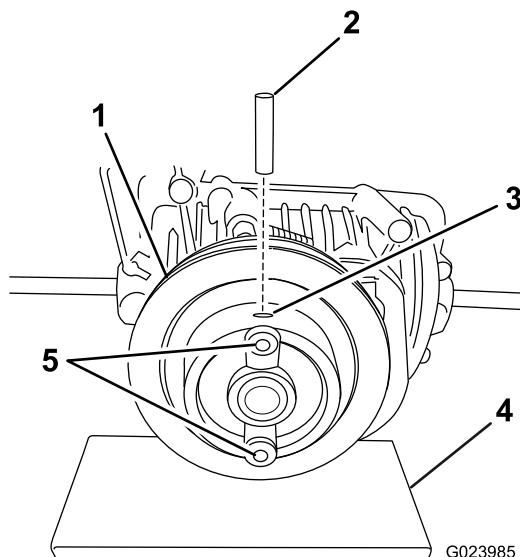

Bild 1
4. Setzen Sie den neuen Stift mit einem Hammer und einem Stanzer in eines der zwei Lochenden ein (Bild 1).
**Hinweis:** Stützen Sie die Riemenscheibe ab, während Sie den Stift einsetzen, um die Eingangswelle nicht übermäßig zu strapazieren (Bild 1).
| 5. Setzen Sie die zwei Schrauben aus dem Kit in die zwei Löcher ein, wie in Bild 1 abgebildet. |                                 |